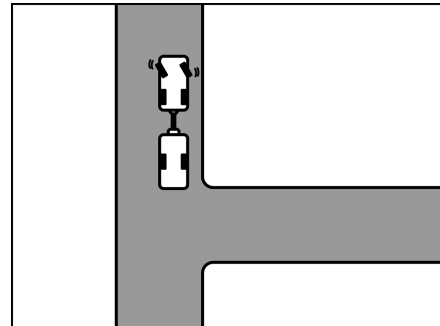

Fig. 10 Braquer à gauche
- Braquer à gauche quand l'attelage est arrêté (Fig. 10).